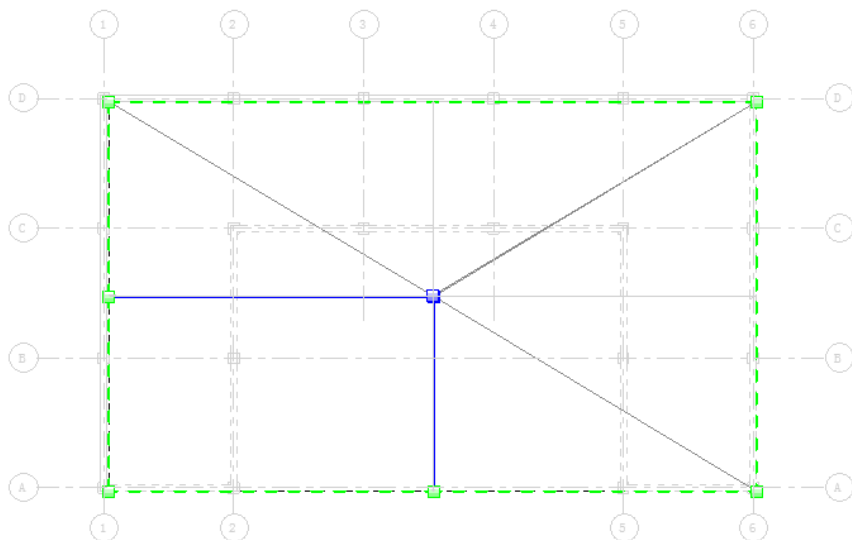

图 11-31 绘制分割线
(4) 单击“形状编辑”面板中的“添加分割线”按钮，单击鼠标左键确定分割线的起点，然后移动鼠标指针捕捉边缘、顶点或面为终点绘制分割线，如图 11-31 所示。